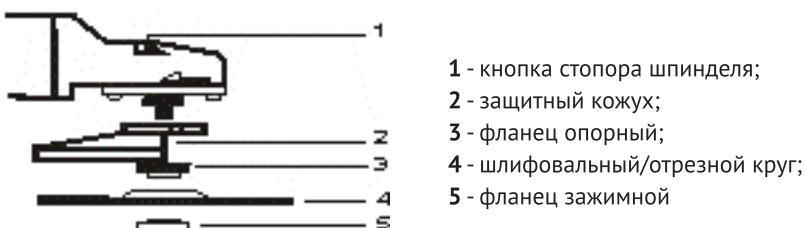

рис. 2
2.2.1 Выбрать круг (рис.2 поз.4), для предполагаемого вида работы, и зажимным фланцем (рис.2 поз.5) зафиксировать его, с помощью входящего в комплект ключа, на шпинделе.
3.3 Для монтажа рабочего круга (рис.2 поз.4) отключите от сети штепсельную вилку шлифмашины. Зафиксирував шпиндель нажатием кнопки (рис.2 поз.1) механизма стопора, установите круг в соответствие с рис.2. Для закручивания зажимного фланца (рис.2 поз.5), используйте ключ, имеющийся в комплекте поставки. Не прилагайте чрезмерного усилия при затяжке. Проверьте вращение шпинделя с кругом (вращение должно быть свободным).
3.5 В случае затруднения демонтажа рабочего круга, во избежание поломки стопора (рис.2 поз.1), используйте гаечный ключ для удержания шпинделья шлифмашины.
3.6 По окончании работы очистите от пыли и грязи защитный кожух (рис.2 поз.2), детали крепления круга, шнур питания, корпус двигателя и вентиляционные отверстия. Для очистки внутренних полостей можно воспользоваться пылесосом.